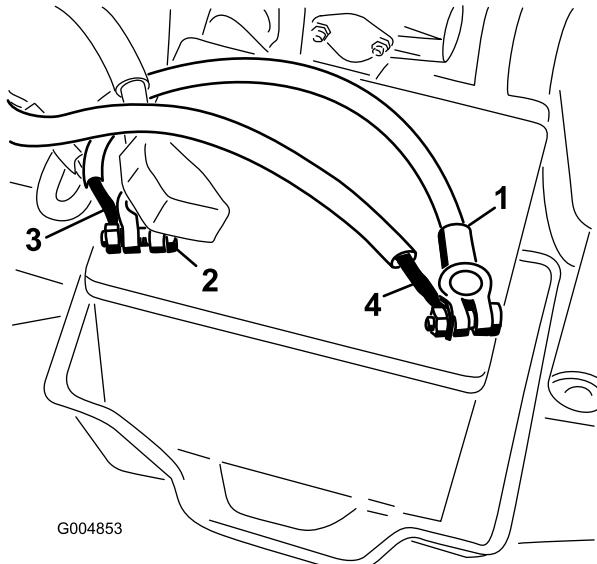

Figura 26
11. Conecte el arnés de alimentación al borne positivo de la batería (Figura 26).
12. Conecte el cable negro al borne negativo de la batería (Figura 26).